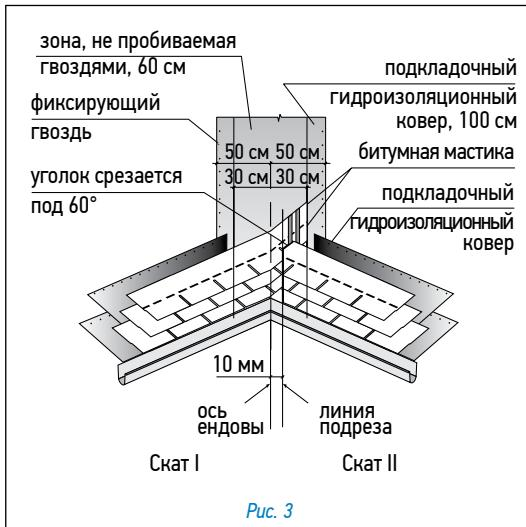

Рис. 3
Ендова (*рис. 3*)
- лист, подходящий к ендлове со ската II, должен доходить до линии подрезки и обрезаться по ней. Верхний уголок обрезанного края листа подрезается под углом 60° ( $5 \times 3$  см — рис. 3);
#### Ендова (рис. 3)
• лист, подходящий к ендды со ската II, должен доходить до линии подрезки и обрезаться по ней. Верхний уголок обрезанного края листа подрезается под углом 60° (5×3 см — рис. 3);